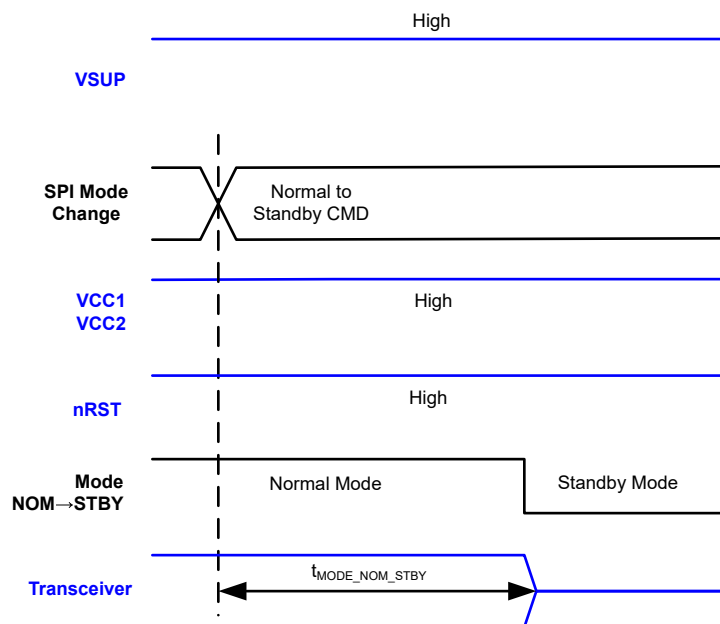

図 7-16. 通常からスタンバイのタイミング
- 青い信号は TCAN245x-Q1 の入力または出力で、黒は TCAN245x-Q1 に対する内部信号です。これはタイミング図 図 7-13、図 7-14、図 7-15、図 7-16 のためのものです。